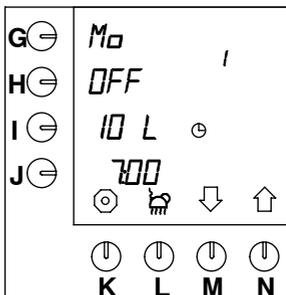

Fig. 14 Impostazioni standard preprogrammate
- Quindi sullo schermo viene visualizzato il **primo** orario preprogrammato **per il giorno seguente** (fig. 14).
- Quindi sullo schermo viene visualizzato il successivo orario impostato (vedere fig. 14 )